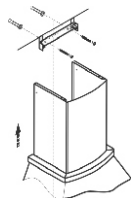

рис. 7
- Сделайте отметку по верхнему краю фальштрубы и проведите горизонтальную линию рис. 7 (фальштрубу опустите внутрь вытяжки).
- Приложите кронштейн к стене, как показано на рис. 7.